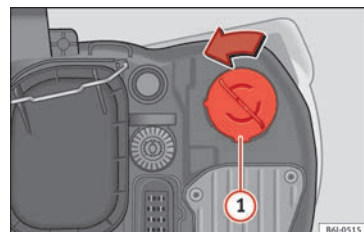

Fig. 98 Luz intermitente.
- Gire el portalámparas » fig. 98 ① hacia la izquierda y tire.